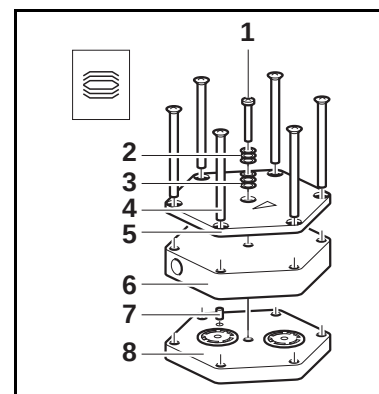

Fig. 7: Monter la tête de pompe
1. Sur le raccordement pneumatique de la tête (3), desserrer les écrous-raccord (2) à la main. Tourner le raccord à visser coudé (1) de la tête de pompe (4) dans le sens inverse des aiguilles d'une montre jusqu'à ce que le tuyau de raccordement puisse être retiré.
2. Sur les deux têtes de pompe, repérer d'un trait continu au feutre la plaque supérieure (fig. 7/5), le couvercle de tête (fig. 7/6), la culasse (fig. 7/8) et le support de membrane. Cela évite ainsi un montage erroné ultérieur des pièces.
2. Mettre en place la culasse (8) avec les plaques soupapes/joints sur le logement selon le trait au feutre.
3. Mettre en place le couvercle de tête (6) sur la culasse (8) selon le goujon d'assemblage (7).
4. Placer la plaque supérieure (5) sur le couvercle de tête (6) selon le trait au feutre.
5. Serrer les vis (4) en quinconce.
6. Mettre en place la vis (1) au milieu de la plaque supérieure (5) avec les rondelles Belleville (2, 3). Veiller alors à ce que les rondelles Belleville soient correctement disposées (voir fig. 7).
7. Serrer la vis (1) jusqu'à ce que la tête de vis soit au ras de la surface. Fixer la vis avec un demi-tour supplémentaire.
Membrane et plaques soupapes/joints remplacés	➔ S'assurer que les rondelles d'épaisseur ont été enfoncées sur le filetage de la membrane. ➔ Vérifier l'étanchéité du raccordement de tête et des connexions de tuyau. ➔ Éventuellement, serrer en quinconce avec précaution les vis extérieures (fig. 7/4) de la plaque supérieure.